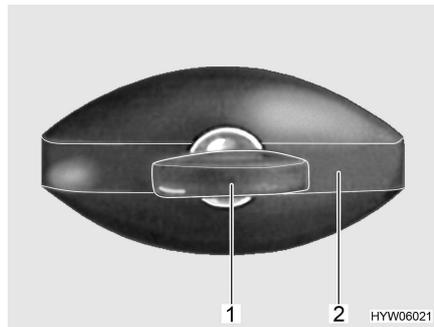

Fig. 19 Serrure du portillon (en forme d'ellipse, fermée)
- Insérer la clé dans le barillet (Fig. 19,1) et la tourner d'un quart de tour dans le sens inverse des aiguilles d'une montre. La poignée de la serrure (Fig. 19,2) ressort.